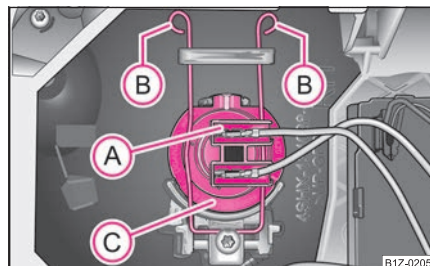

Fig. 231 Desmontaje de la bombilla para luz de cruce
- Retire el enchufe (A) ⇒ página 258, fig. 231.
- Presione el estribo de alambre (B) en el sentido del faro y, a continuación, desengánchelo a un lado.
- Saque la bombilla (C) y coloque una nueva de tal modo, que las lengüetas de fijación del zócalo de la bombilla encajen en los rebajes del reflector.